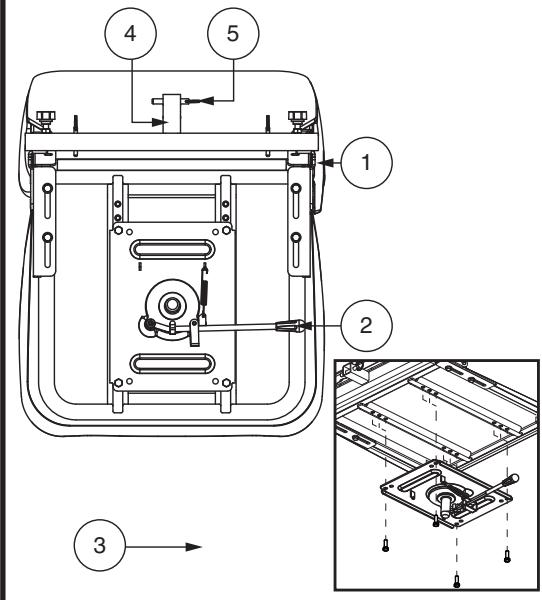

Figura 15. Regolazioni del sedile
1. Spingere in avanti la leva sblocca sedile per liberarlo. **Vedere figura 15.**
Se lo scooter è dotato di schienale reclinabile, è possibile regolare l'angolazione dello schienale con la leva di regolazione dello schienale. **Vedere figura 15.**
3. Allentare i quattro (4) bulloni situati sul fondo del sedile, lasciando in posizione la piastra del sedile. **Vedi figura 15.**
6. Inserire e serrare quattro (4) bulloni per fissare il sedile.
La staffa accessoria montata posteriormente consente di collegare un accessorio personale come un cestino, un porta-deambulatore o una bombola di ossigeno alla parte posteriore dello scooter. Utilizzare il perno di fermo per fissare saldamente l'oggetto alla staffa accessoria. **Vedere figura 15.** Per dettagli rivolgersi al rivenditore autorizzato.